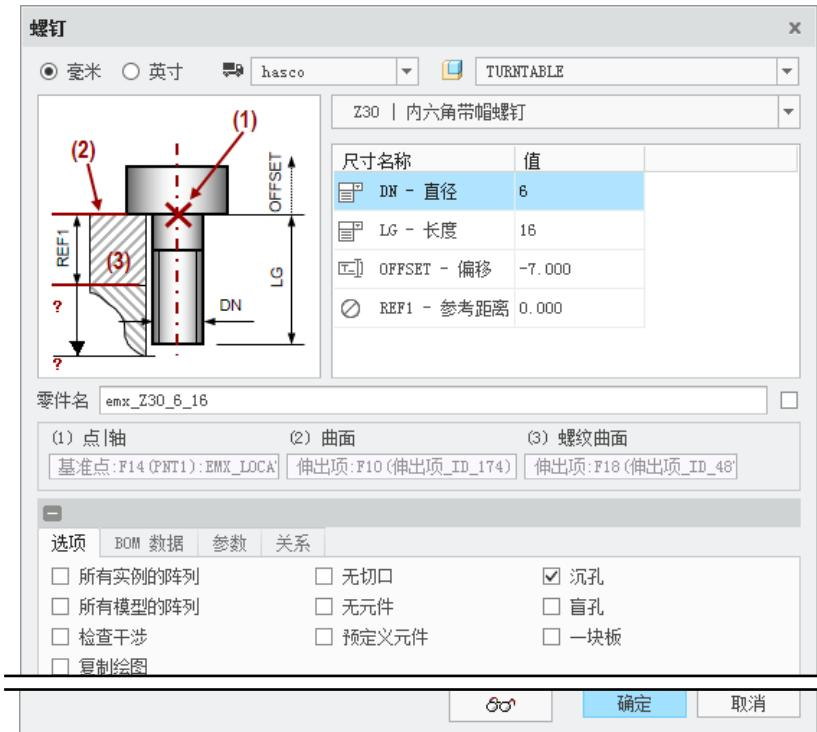

图 30.48 “螺钉”对话框
Step1. 选择命令。单击 **EMX 元件** 功能选项卡 **元件** 控制区域中的“螺钉”按钮 ，系统弹出图 30.48 所示的“螺钉”对话框。